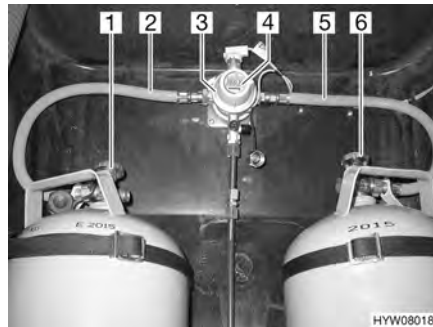
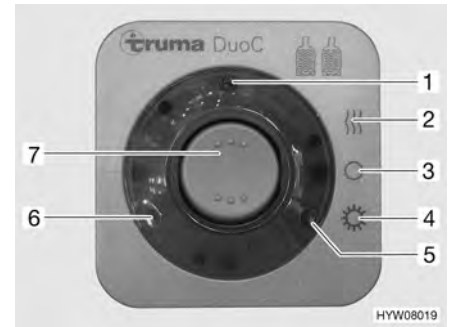

Bild 92 DuoControl-omkopplingsenhet
Bild 93 Kontrollenhet
DuoControl-omkopplingsenheten består av en omkopplingsventil (Bild 92,3) och en kontrollenhet (Bild 93). Omkopplingsventilen är monterad mellan gas slangarna (Bild 92,2 och 5). Med vredet (Bild 92,4) på omkopplingsventilen ställer du in vilken gasflaska som ska användas som driftflaska och vilken som ska användas som reservflaska.
Med kontrollenheten (Bild 93) kan endast de elektriska funktionerna styras. Gasflaskornas huvudavstängningsventiler (Bild 92,1 och 6) måste öppnas för hand.
Omkopplingsventilen sørjer för ett konstant gstryck, oberoende vilken gasflaska som används. De två kontrollamporna på kontrollenheten visar nivån i driftflaskan. När den gröna kontrollampan lyser (Bild 93,6) är driftflaskan full. När den röda kontrollampan lyser (Bild 93,5) är driftflaskan tom. Gasförsörjningen sker då med reservflaskan.
- Öppna huvudavstängningsventilerna på gasflaskorna (Bild 92,1 och 6).
- Med vredet (Bild 92,4) på omkopplingsventilen (Bild 92,3) väljs gasflaskan, som ska prioriteras (driftflaska).
- Slå på DuoControl-omkopplingsenheten på kontrollenheten (Bild 93).
Ställ för detta vippkontakten (Bild 93,7) på vinterdrift "på och uppvärmning" (Bild 93,2) eller på somrardrift "till" (Bild 93,4). Omkopplingsventilen är nu avluftad. Den gula kontrolllampan (Bild 93,1) lyser, när vinterdrift väljs och avfrostningsanläggningen för regulatorer är påslagen.
- Ställ vippkontakten (Bild 93,7) i läge "O" (Bild 93,3). Den gula kontrolllampan (Bild 93,1) slocknar.
- Stäng huvudavstängningsventilerna på gasflaskorna (Bild 92,1 och 6).
Kontrolllamporna på kontrollenheten (Bild 93,5 och 6) signalerar inne i fordonet, om driftflaskan är driftklar.
Ifall den gröna kontrolllampan (Bild 93,6) slocknar under drift och den röda kontrolllampan (Bild 93,5) lyser upp, är gasflaskan som har valts som driftflaska tom och måste bytas ut. Gasförbrukarna försörjs med gas från reservflaskan.